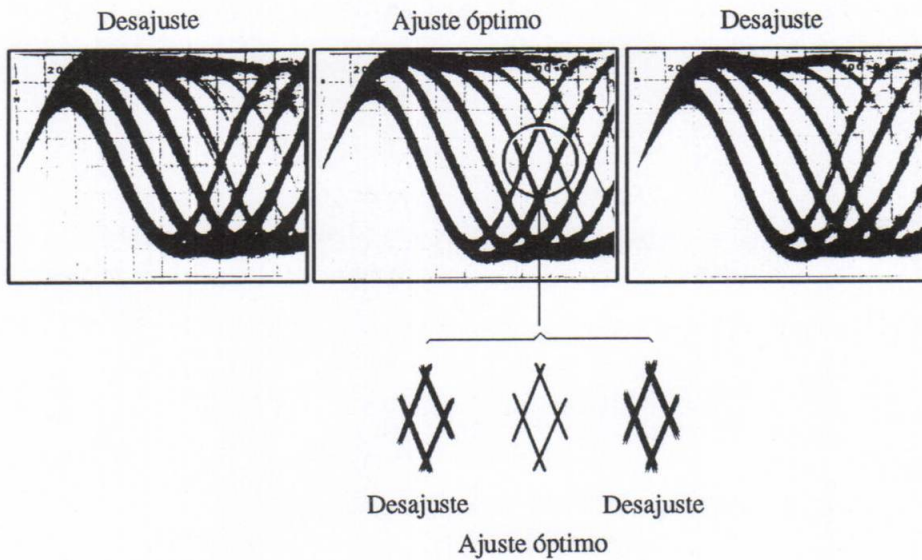

Figura 5 Patron optico
- A continuación, ajuste el tornillo de ajuste de inclinación tangencial con una llave hexagonal M 3 mm hasta que el patrón ocular (la forma de diamante del centro de la señal de RF) pueda verse con la mayor claridad (figura 5). Para un tipo de reproducción múltiple de disco compacto, emplee un destornillador Phillips.